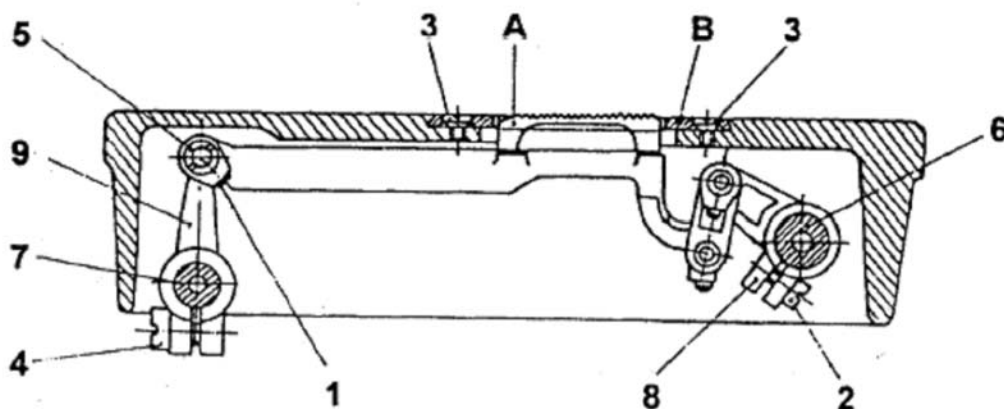

Fig. 8
4. Регулировка высоты зубчатой рейки над игольной пластиной (Рис. 8)
6. Регулировка игольной пластины (рис. 8)
11. Регулировка эллиптической траектории движения зубчатой рейки (рис. 8)